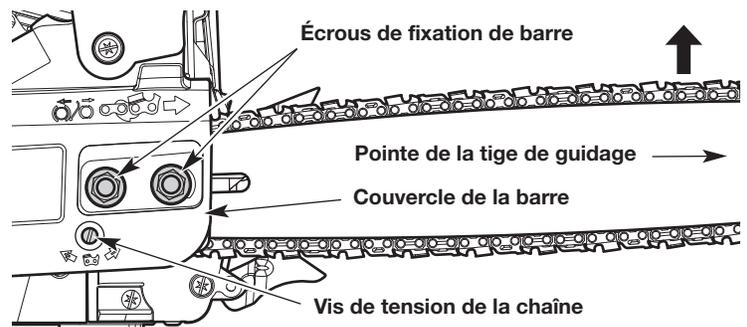

Fig. 27
**REMARQUE :** Une nouvelle chaîne tend à se détendre et à nécessiter un réajustement après aussi peu que cinq (5) coupes. Ceci est normal pendant la période de rodage. L'intervalle entre les futurs ajustements s'allongera rapidement.
2. Utilisez l'outil polyvalent ou une clé de 13 mm (1/2 po) pour desserrer légèrement les écrous du guide-chaîne (Fig. 27). **NE PAS** retirer le revêtement de la barre.
3. Tenez la pointe de la tige de guidage et utilisez un tournevis à tête plate pour visser la vis de tension de chaîne (Fig. 27).